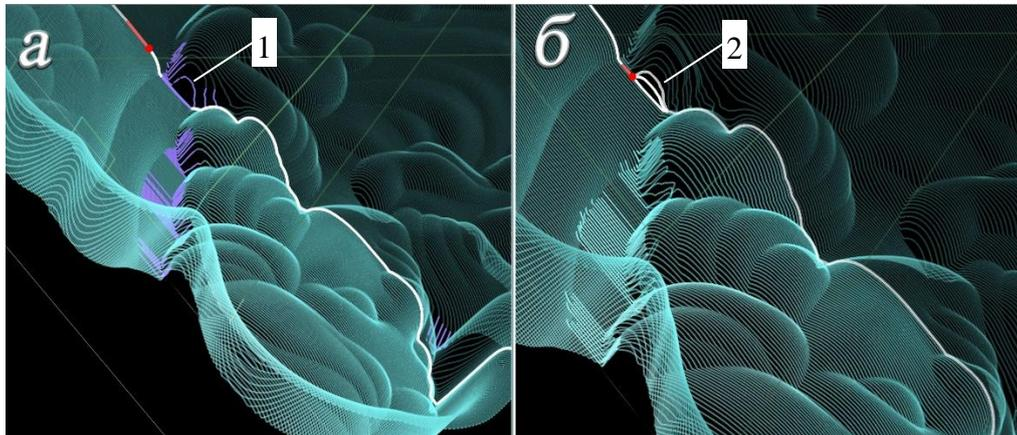

Рис.8.3. Заглабления в проходах по строкам.
Подобный проход изображен на рис.8.3.а поз.1. Этот вид заглаблений возникает в местах рельефа, где есть отрицательный уклон, т.е. фреза от строки к строке раstra постепенно опускается.
1. «*Несколько проходов по Z*». Опасные места УП будут выполняться за несколько проходов по глубине, см. рис.8.3.б поз.2. Глубина обработки увеличивается постепенно и поэтому не превышает порога.